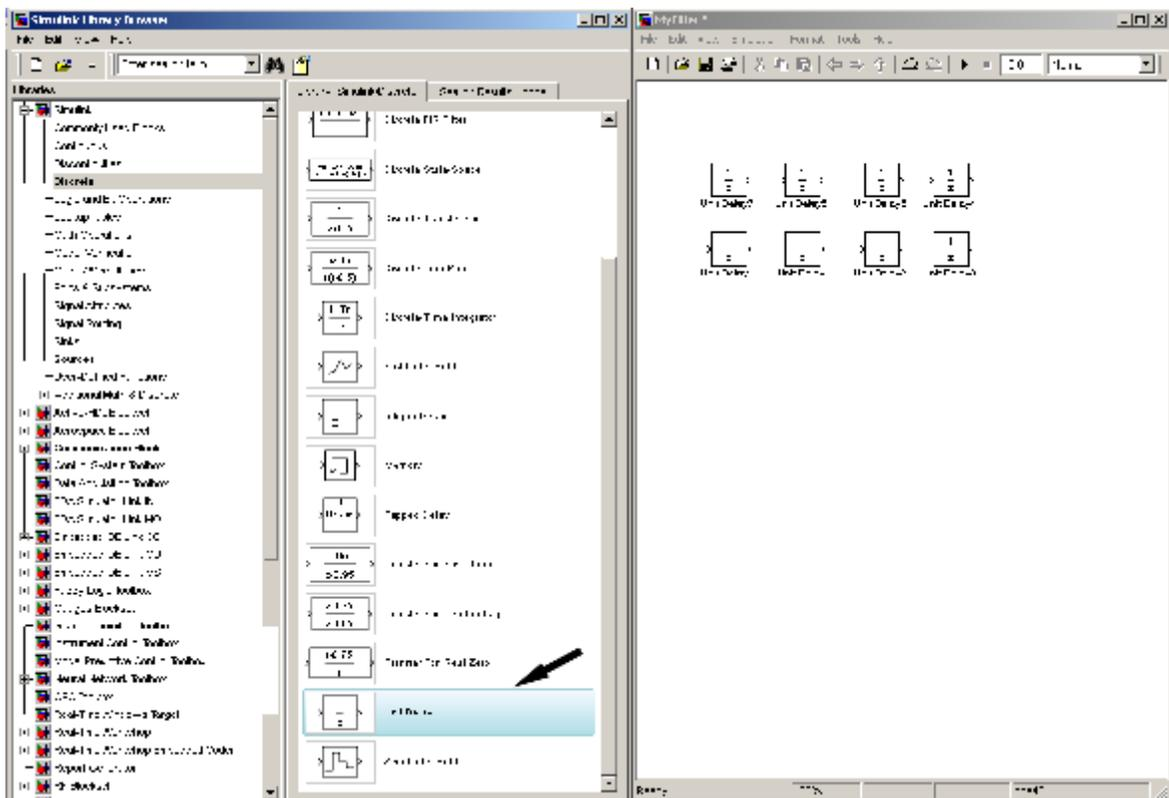

Рисунок 4 – Блок Unit Delay в разделе Discrete программы Simulink Library Browser
- 2 Оставьте без изменения значения по умолчанию, как показано на Рис. 4, и нажмите <Next>.
5. В разделе Discret в Simulink Library Browser выберите и перетащите в окно модели блок Unit Delay (рис.4). Размножьте блок в окне модели 8 раз (для этого при выделении блока в окне модели необходимо держать нажатой клавишу Ctrl).